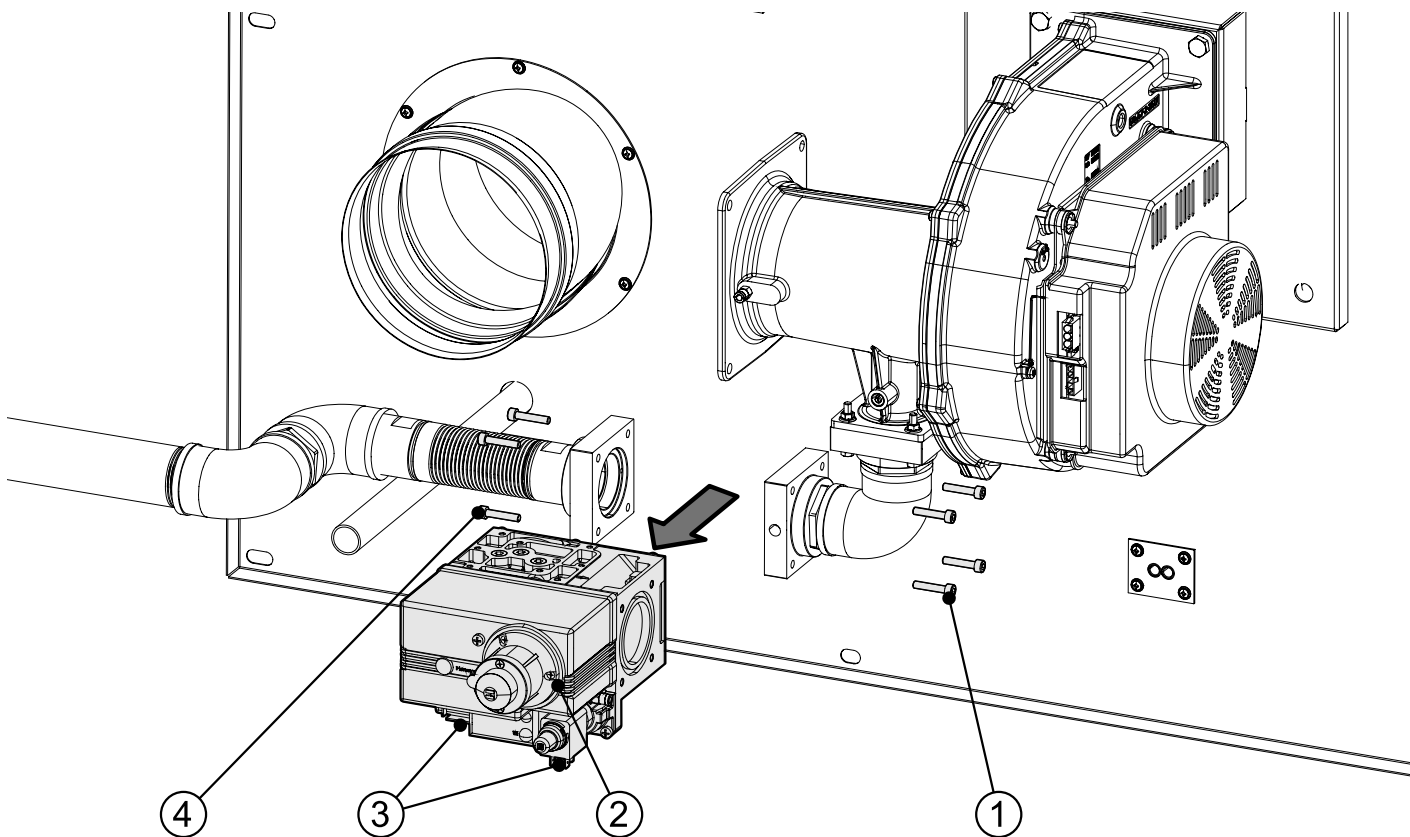

Fig. 8.4
3. Débrancher l'électrovanne de l'alimentation électrique (3), fig 8.4.
4. Dévisser le tuyau flexible de connexion (4).
5. Dévisser les vis de blocage du ventilateur (1) en bloquant l'électrovanne(2) pour empêcher sa chute.